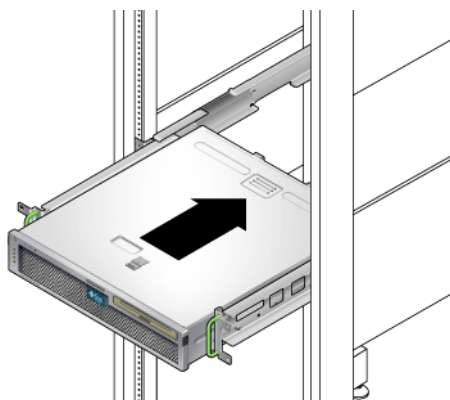

図 3-20 調整可能レールへのサーバーのスライド
11. サーバーをラックまで持ち上げて、サーバーを調整可能レールにスライドさせて挿入します (図 3-20)。